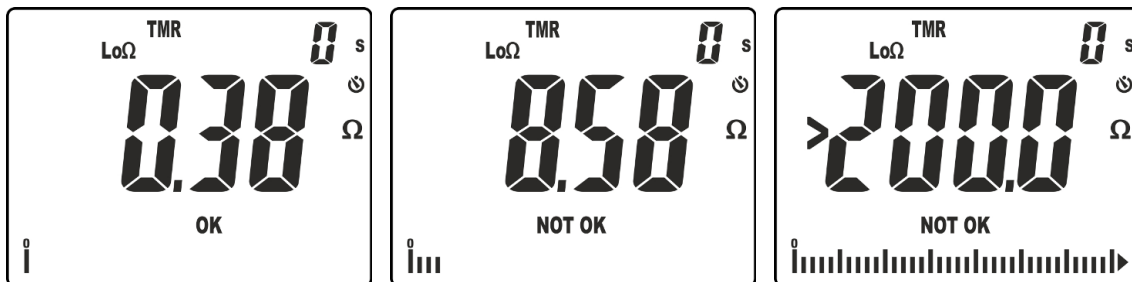

Fig. 31: Risultati della misura di continuità in modo TMR
10. Nella videata di Fig. 31 – parte sinistra è presente un risultato positivo del test "OK" (valore minore della soglia impostata e corrente di prova >200mA). Nella videata di Fig. 31– parte centrale è presente un risultato negativo del test "NOT OK" (valore superiore alla soglia impostata e corrente di prova <200mA). Nella videata di Fig. 31 – parte destra è presente risultato negativo "NOT OK" corrispondente al fuori scala (simbolo ">200.0")